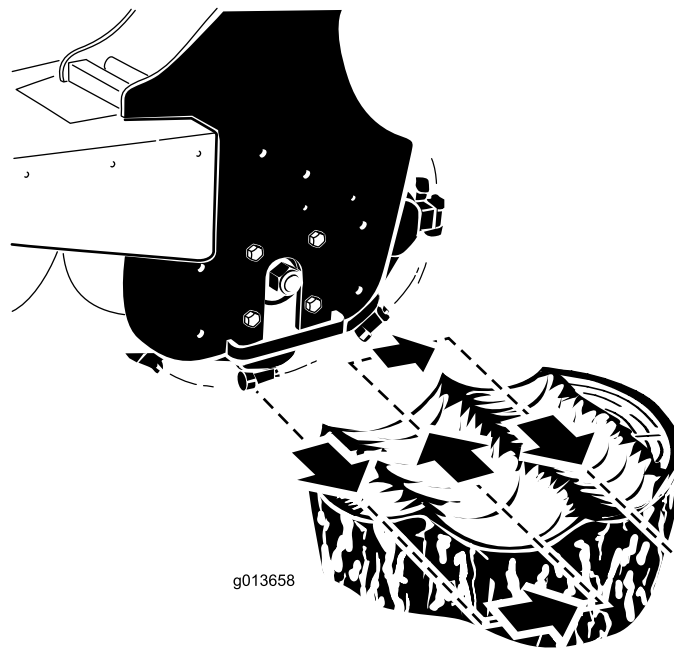

Figura 9
4. Posizionate il trinciaceppi a sinistra dietro il ceppo (Figura 9).
5. Fate oscillare il trinciaceppi verso di voi con la leva d'inclinazione dell'accessorio, trinciando a una profondità compresa tra 0,5 e 5 cm, a seconda della durezza del legno (Figura 9).
6. Fate oscillare la trinciatrice riportandola nella posizione iniziale (Figura 9), abbassatela di un'altezza compresa tra 0,5 e 5 cm e ripetete i passaggi da 4 a 6 fino a quando non avete trinciato alcuni centimetri di ceppo.
8. Spostate la trinciatrice a destra (Figura 9).